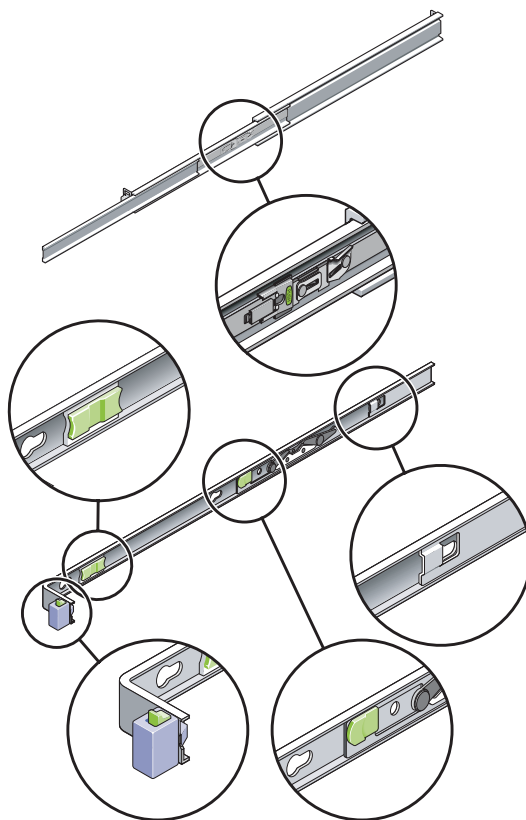

図 2-4 スライドレール構成部品のロックの位置
- スライドレール構成部品には、合計 5 つのロック (図 2-4) があることに注意してください。4 つのロックが固定部品にあります。1 つのロックがスライドレールの前面セクションにあります。